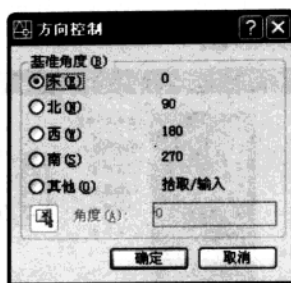

图 1-9 “方向控制”对话框
- 3) “方向”按钮。单击“方向”按钮, 弹出“方向控制”对话框, 如图 1-9 所示。可进行方向控制设置。